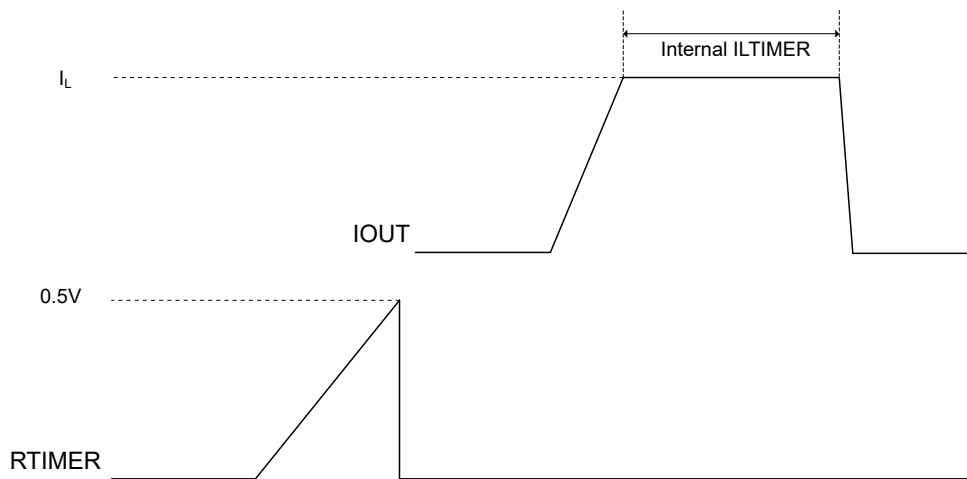

图 7-5. 内部  $ILTIMER$  波形
*电流限制计时器* 控制发生过流事件时器件保持在电流限制模式的时间。器件保持在电流限制模式，直到故障排除或者可编程电流限制故障时间  $t_{ILTIMER}$  结束。 $t_{ILTIMER}$  使用从  $ILTIMER$  连接至  $GND$  的电容器  $C_{ILTIMER}$  进行编程，并可以使用方程式 9 计算。 $ILTIMER$  引脚在过载条件下将电容器充电至 0.5V，而在其他情况下则通过内部下拉电阻对电容器放电。将该引脚连接至  $GND$  会完全禁用内部计时器功能，因此在短路情况下，器件会无限期地保持在编程电流限制。将该引脚连接至  $V_{IN}$  会导致内部电流限制计时器到期后器件被禁用，如图 7-5 所示。使用内部计时器时，可编程电流限制并不总是有时间稳定到编程值。因此，可编程电流限制可能会短暂超过定义的精度阈值。快速跳变关断电流限制仍然有效。表 8-1 总结了基于引脚条件的电流限制故障持续时间。